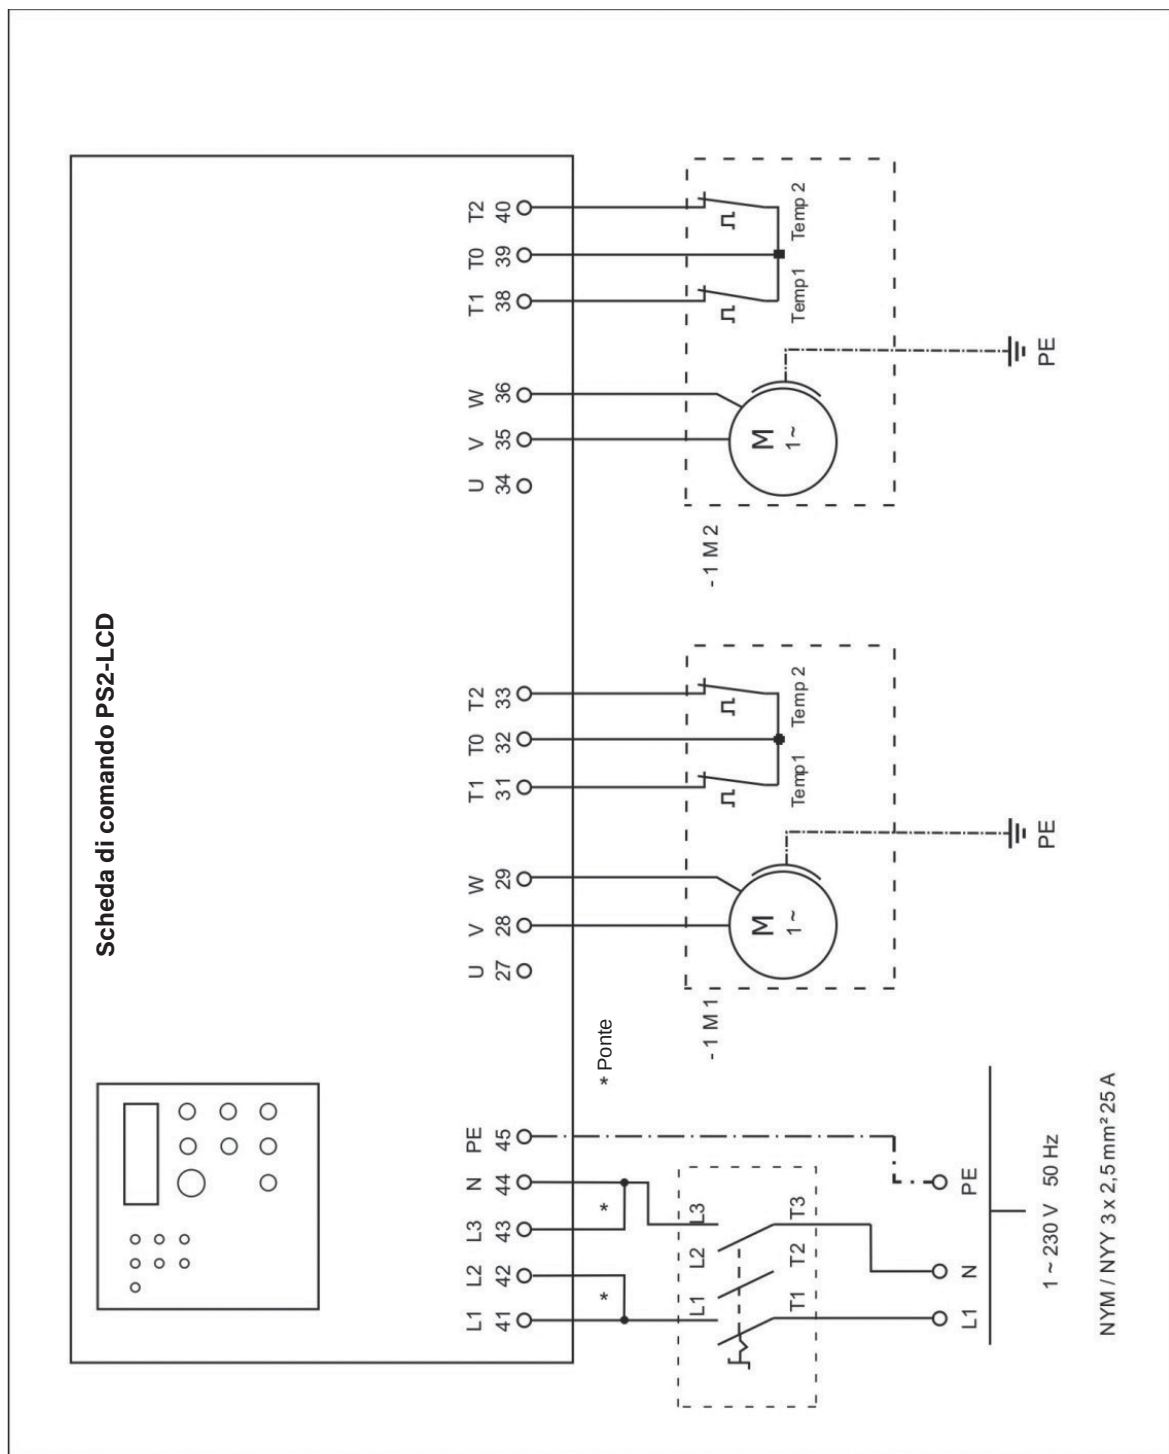

Fig 1b
PER IL FUNZIONAMENTO DEI MOTORI 1 ~ (230 VAC) È NECESSARIO APPORTARE UN PONTE DI MORSETTI ENTRATA L1 (41) DOPO L2 (42) E N (44) DOPO L3 (43). LA LINEA DI ALIMENTAZIONE SARÀ COLLEGATA AI MORSETTI L1 (41) E IL CONDUTTORE NEUTRO AL MORSETTO N (44). (VEDERE APPENDICE, FIG.1B)